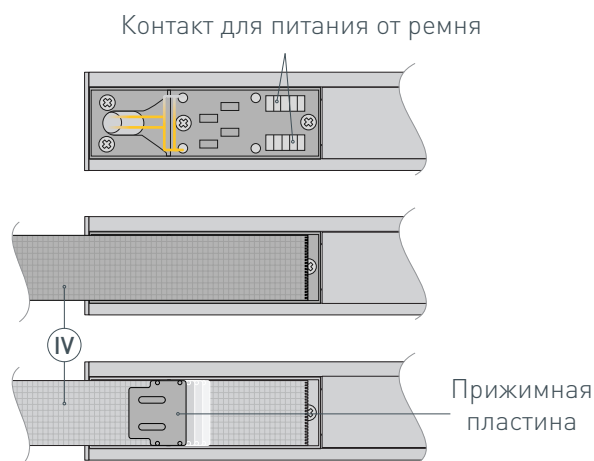

Рис. 3. Установка токопроводящего ремня (IV). Вид сверху
- 4 /** Закрепите токопроводящий ремень (IV) на неполяризованной пластине с помощью прижимной пластины из комплекта фиксатора токопроводящего ремня (V), как показано на рис. 3. Расположение токопроводящих жил в ремне должно совпасть с контактами на пластине для питания от ремня.